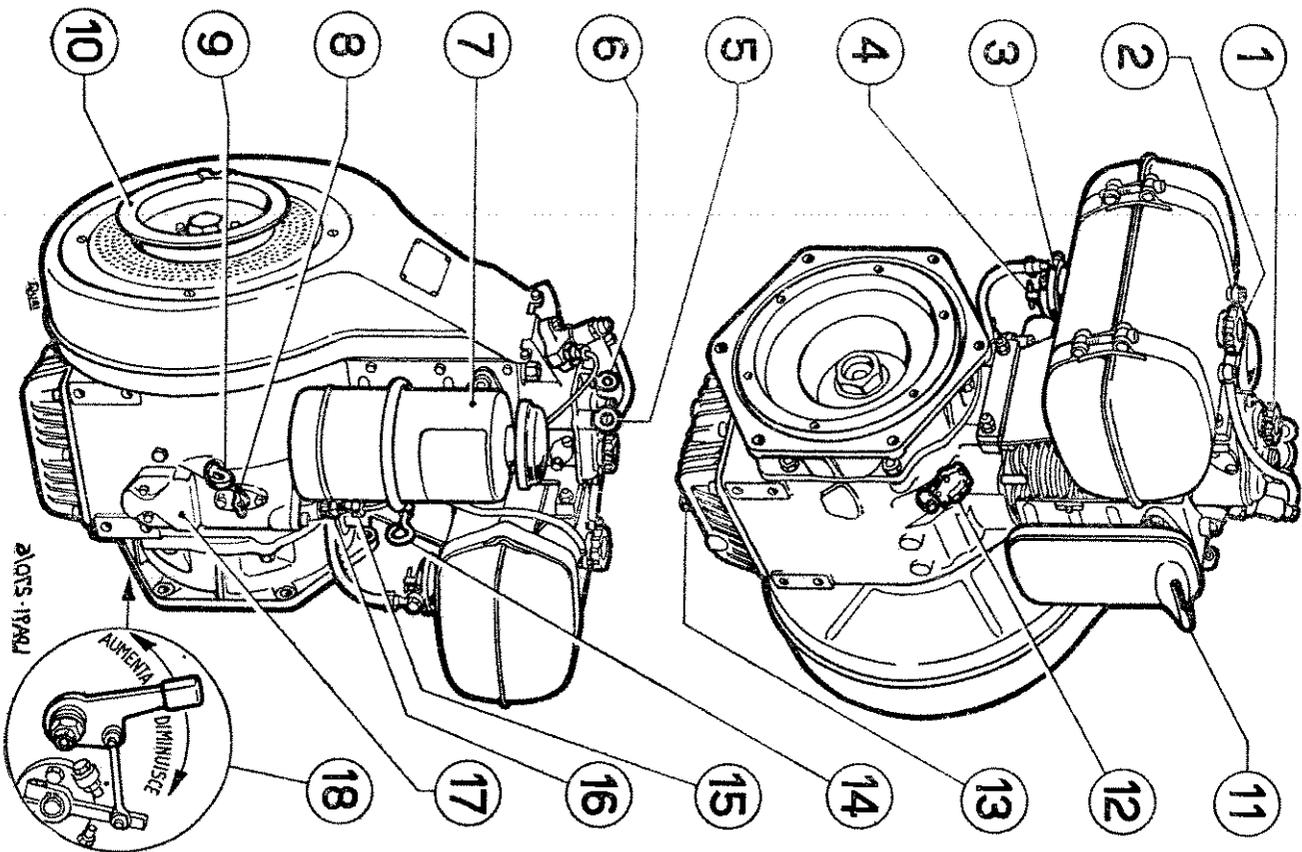

Fig. 4
**PREPARAZIONE PER LA MESSA IN MOTO (Fig. 4)**
**ILLUSTRAZIONE DEL MOTORE (Fig. 4 - pag. 10)**
(Fig. 4)